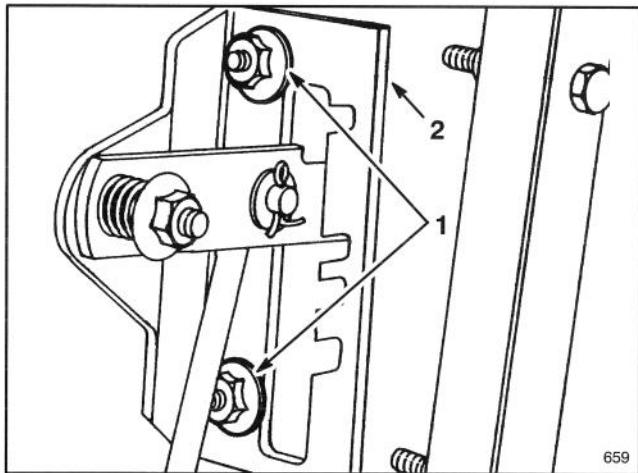
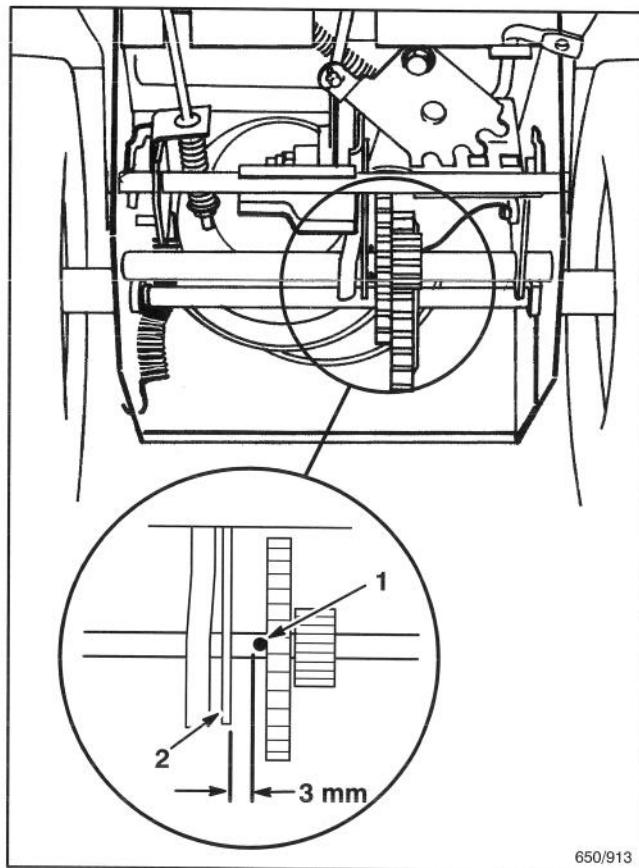

Figure 28
Figure 29
3. Desserez les écrous à collarette fixant la plaque du sélecteur de vitesses au panneau de commande. Celà vous permettra de déplacer la plaque du sélecteur pour faciliter le réglage (Fig. 28).
4. Mettez le sélecteur en position de vitesse No. 3 et appuyez sur la plaque du sélecteur pour déplacer l'assemblage de transmission vers la droite. L'ensemble de transmission doit se trouver à 3 mm (1/8 po.) de la goupille. Si ce n'est pas le cas, déplacez la plaque du sélecteur (Fig. 28) jusqu'à ce que l'écartement correct (3 mm) soit atteint (Fig. 29).
7. Réinstallez le couvercle inférieur à l'aide des (4) vis.